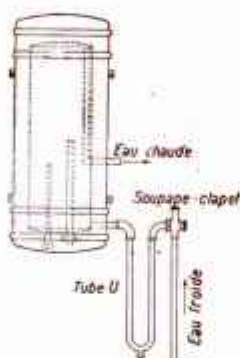

Fig. 2
**INSTALLATION.** - Chaque fois que l'on disposera d'espace libre, on montera entre le chauffe-eau et la soupape un tube en U, comme l'indique la figure 2 ; ce dispositif préserve les sièges du clapet et de la soupape contre l'entartrage et contre l'action de la chaleur